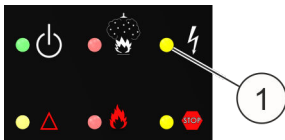

Abb. 21: LED "Störung"
8. ▶ Kontrollieren, ob die LED "Störung" (Abb. 21/1) leuchtet und im Display die Anzeige „Störung Tankansteuerung“ angezeigt wird.